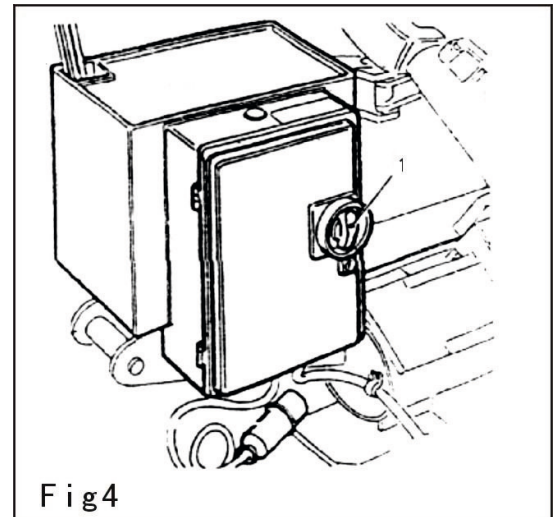

Fig4
1. Interrupteur principal **Fig 4**
Le moteur de l'arbre principal et la pompe hydraulique sont tous dotés d'un dispositif de protection contre les surcharges installé sur la **figure 4**.